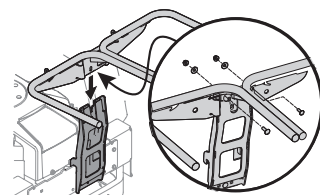

Figura 7
1. Instale el conjunto del colgador en el soporte utilizando dos tornillos de transporte (710-0276), dos arandelas de copa (736-0242) y dos tuercas de bloqueo (712-04063) del paquete de herramientas 689-02364. Ver Figura 7.